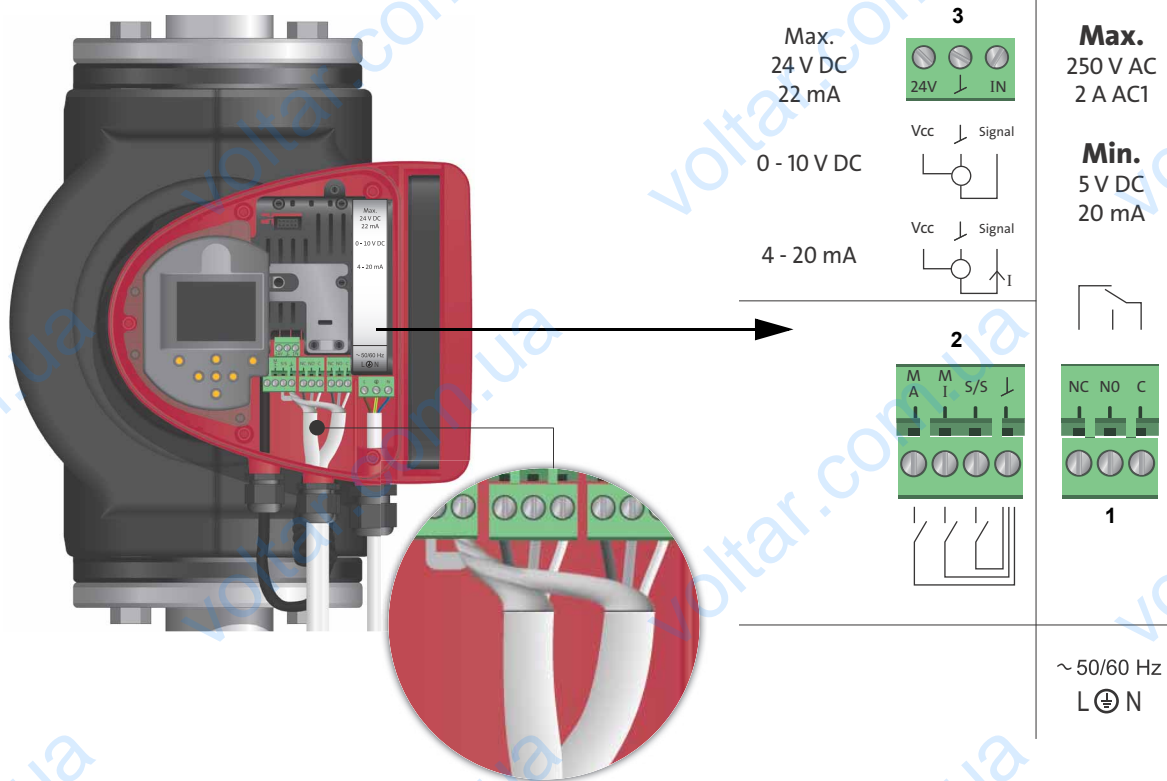

Рис. 22 Схема соединений, модификации с подключением через клеммы
- Модификации с подключением через клеммы: Заземлите экранирующую оплётку кабеля через клемму цифрового входа. См. рис. 22.
См. рис. 22, поз. 1.
См. рис. 22, поз. 2.
См. рис. 22, поз. 3.